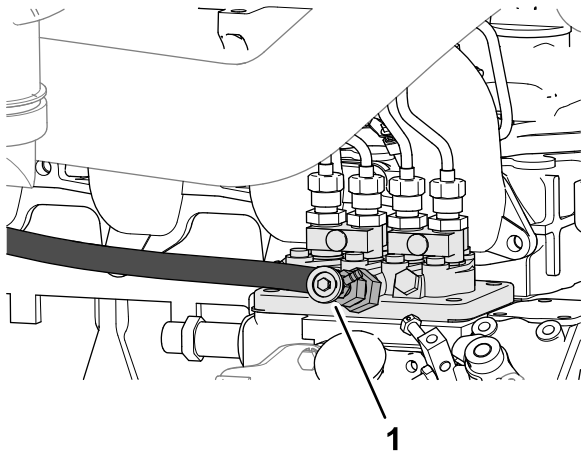

Figure 84
4. Desserrez la vis de purge sur la pompe d'injection (Figure 84).